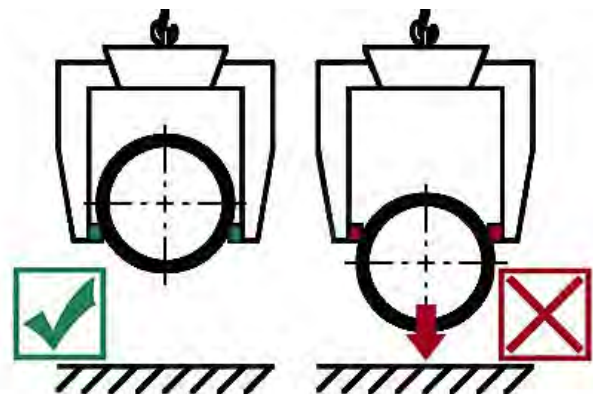

Fig. 2
- Le support réglable en hauteur doit toujours être réglé de manière à ce que les mâchoires de préhension saisissent toujours le tube en béton sous le plus grand diamètre du tube, sinon il y a risque de glissement! → Fig. 2